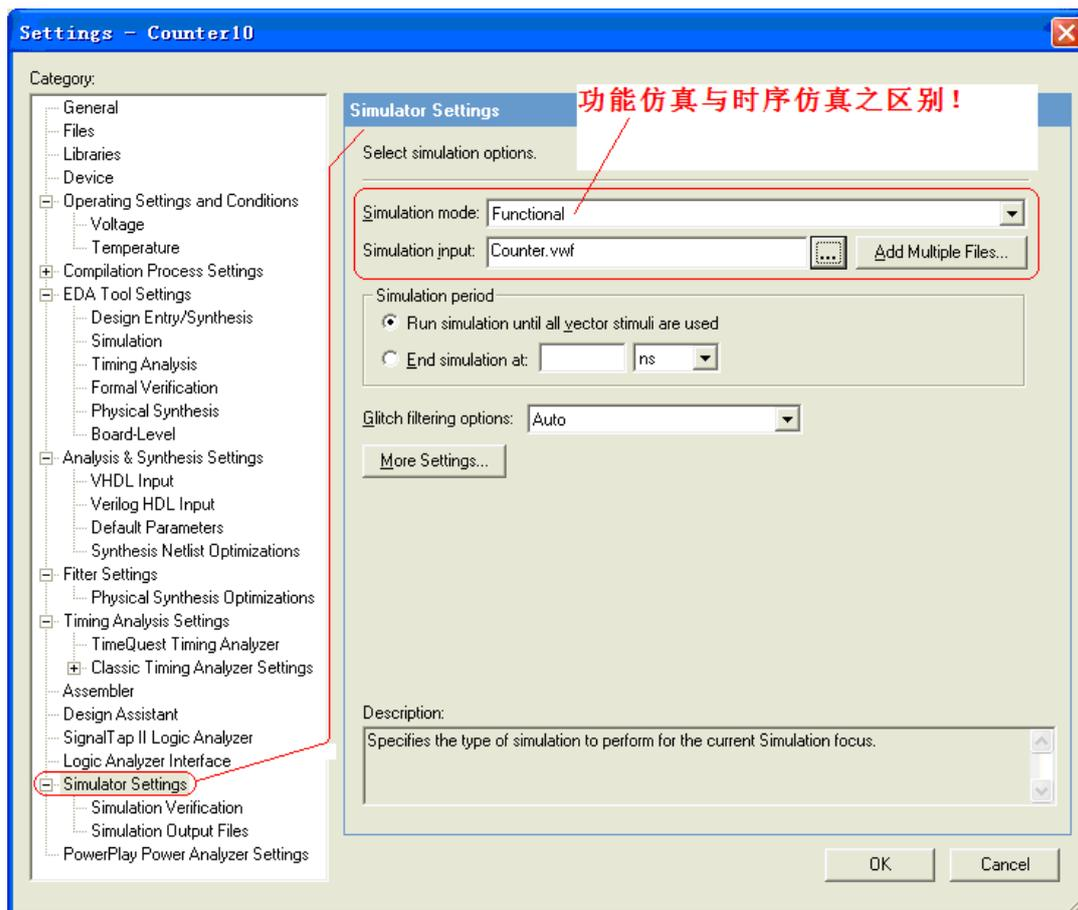
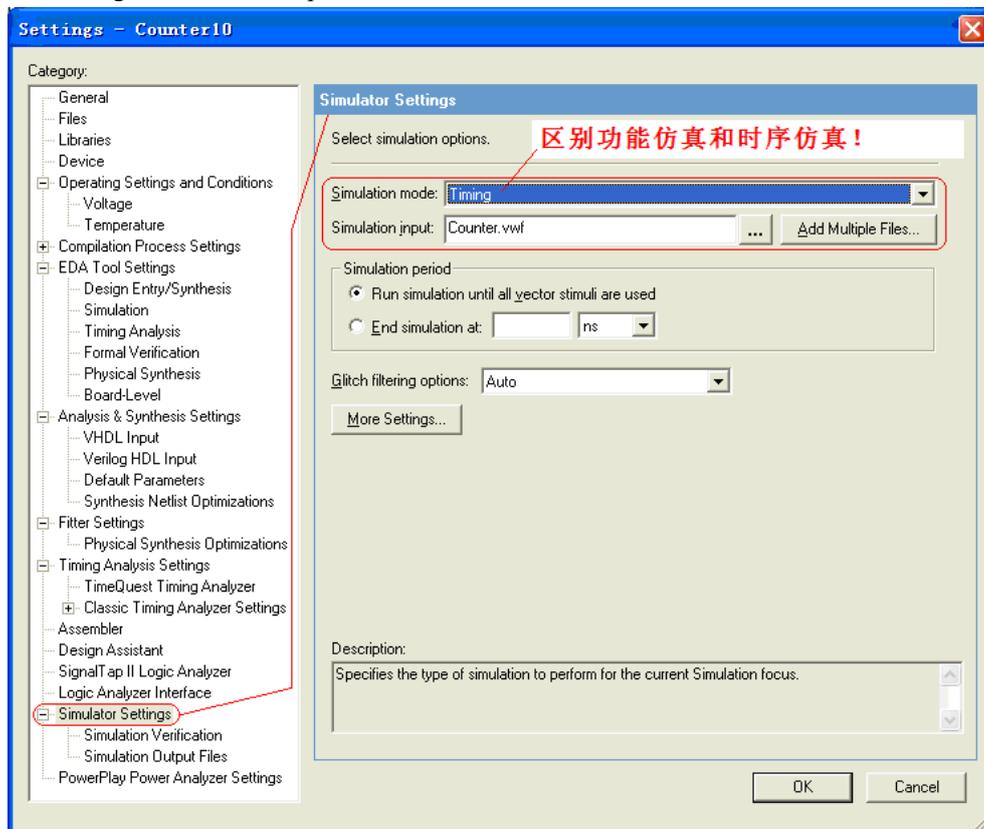

图 3-31 仿真模式设置对话框
图 3-39 仿真模式设置对话框（时序仿真）
19. 要生成功能仿真网表, 首先设置仿真模式。点击菜单项 Assignment->Settings, 选中 Simulator Settings 选项卡, 出现图 3-31 所示对话框。在 Simulation mode 中选择 Functional, Simulation input 选择刚才建立的波形文件, 完成后点击 OK。
单击菜单中 Assignment->Settings，选中 Simulator Settings 选项卡，在 Simulation mode 中选择 Timing，Simulation input 选择刚才建立的波形文件，完成后点击 OK，如图 3-39。
特别注意：图 3-31 和图 3-39 区别了功能仿真和时序仿真。